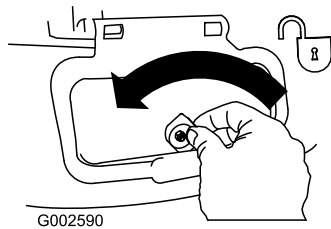

Рисунок 34
1. Разблокируйте боковую выпускную дверцу (Рисунок 34).